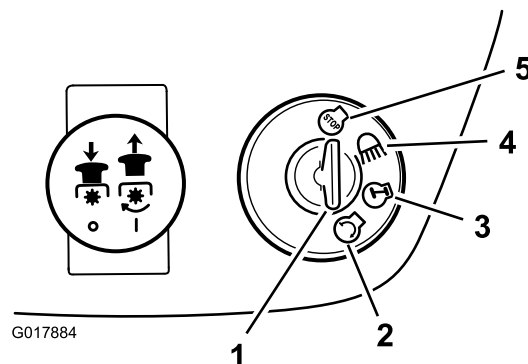

Figure 10
7. Tournez la clé de contact dans le sens des aiguilles d'une montre et maintenez-la en position de Démarrage (Figure 10).
2. Tournez la clé de contact à la position Arrêt (Figure 10).